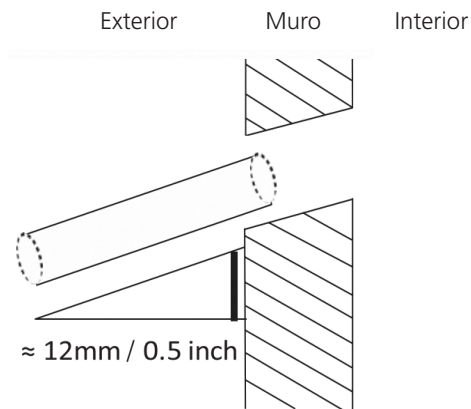

Fig. 5.4
3. Utilice una broca hueca de 65 mm (2,5") para taladrar un orificio en el muro. Asegúrese de taladrar el orificio con un ángulo ligeramente descendente, de forma que el extremo exterior del orificio quede unos 12mm (0,5") por debajo del extremo interior. Esto facilitará el drenaje del agua (ver **Fig. 5.4**). Coloque la protección en el interior del orificio. De esta forma protegerá ambos extremos del orificio y permitirá sellarlo cuando acabe el proceso de instalación.